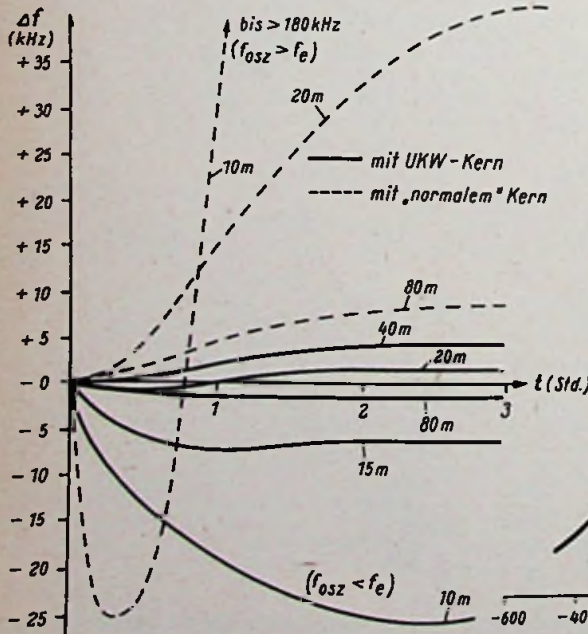

Bild 4. Frequenzkonstanz-Kurven des Gerätes
Das Gerät soll nicht nur eine hohe Konstanz nach einer gewissen Einbrennzeit – die meist $1\frac{1}{2}$ bis 2 Stunden beträgt – besitzen, sondern auch die Drift nach dem Einschalten muß möglichst gering sein. Eine gewisse Drift, die in den ersten fünf Minuten durch die Erwärmung der Röhren (Unterschied Kaltkapazität zu Warmkapazität) eintritt, soll dabei außer Acht bleiben. Die Wicklungen der Spulen besitzen für sich einen positiven Temperaturkoeffizienten (TK), dagegen ist der TK der Eisenkerne negativ. Bei den im Oszillator benutzten sogenannten UKW-Kernen (T 2603/1) ist er jedoch geringer als bei den hochpermeablen Kernen. Zudem ist ja die „gescherte“ Permeabilität wirksam, so daß man einen Punkt finden kann, an dem sich der positive TK der Spule mit dem negativen TK des Eisenkerns etwa kompensiert. Das ist bei der angegebenen Dimensionierung angenähert der Fall, so daß sich eine relativ hohe Konstanz und geringe Drift mit verhältnismäßig bescheidenen Mitteln ergeben (Bild 4). Die gestrichelten Kurven stellen zum Unterschied Messungen mit „normalen“ Kernen dar. Nicht berücksichtigt wurden Netzspannungsschwankungen, die auch einen Einfluß auf die Konstanz haben. Da die Anodenspannung des Oszillators stabilisiert ist, könnte man die restlichen Schwankungen durch Stabilisieren des Heizstromes der ECH 81 noch eliminieren. Zum Vergleich sei angeführt, daß für einen modernen kommerziellen Kurzwellensuper eine Konstanz von besser als $4 \cdot 10^{-5}/^{\circ}\text{C}$ (= 560 Hz/ $^{\circ}\text{C}$ bei 14 MHz) angegeben wird.